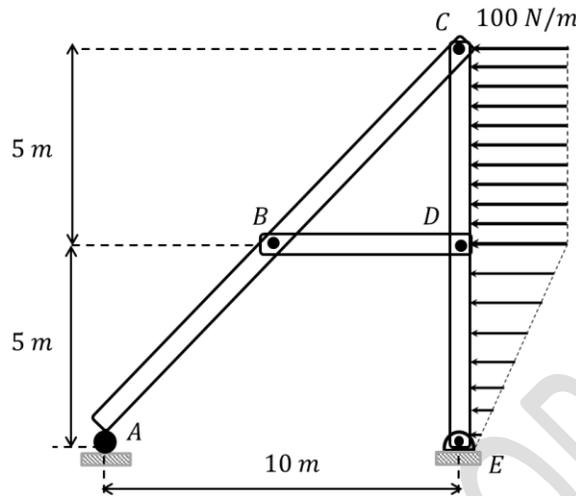

Fig. 7.18.
7.10.- Un armazón se compone de tres elementos y está montado en un soporte A y un pasador fijo E. Uno de los elementos de esta estructura es sometido a dos cargas distribuidas: una constante y otra triangular como muestra la Fig. 7.18. Calcular el valor de la fuerza interna en B y en C.